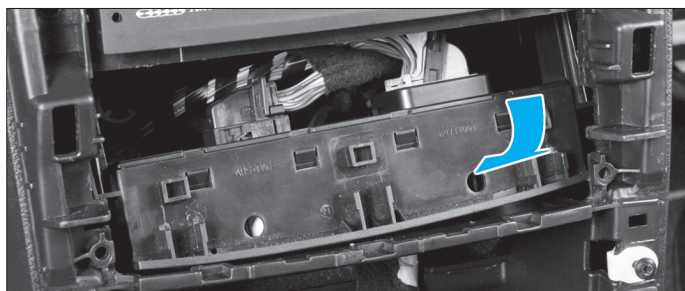

Fig. 40
- Basculer le panneau afin de le passer à l'intérieur de la planche de bord (Fig.40)